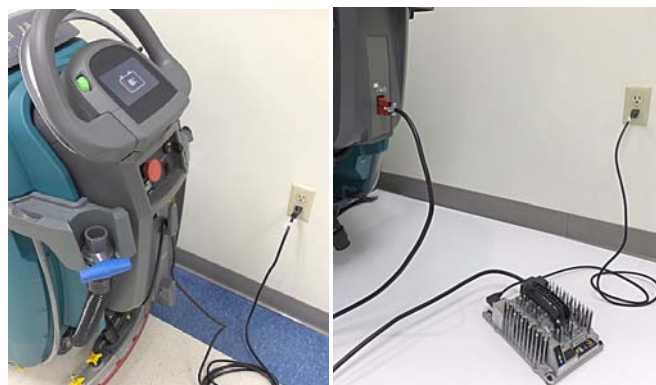

ABB. 106
13. Laden Sie die Batterien auf (Abbildung 106). Siehe BATTERIEN.